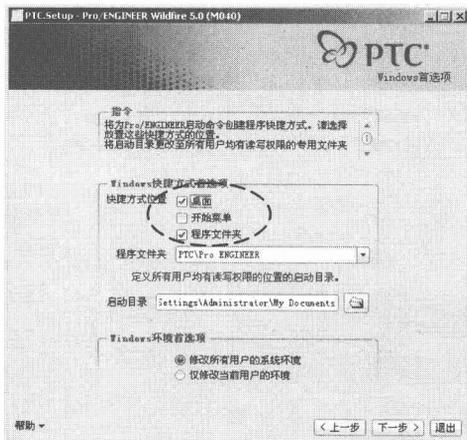

图 1-16 勾选“桌面”复选框
- 11 显示“Windows 首选项”界面，勾选“桌面”复选框，如图 1-16 所示。用户可以先设置软件的启动工作目录，也可以等程序安装完成后再进行设置。